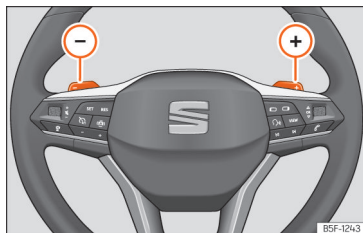

Fig. 123 Volante: alavancas para mudança automática de velocidades.
- Pressione a alavanca de mudanças (+) para engrenar uma velocidade mais alta »» **Fig. 123**.